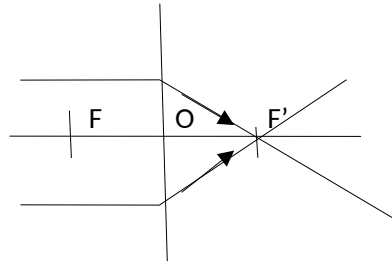

Fig.2
- Tout rayon incident parallèle à l'axe principal émerge la lentille en passant par le foyer image (fig.2)